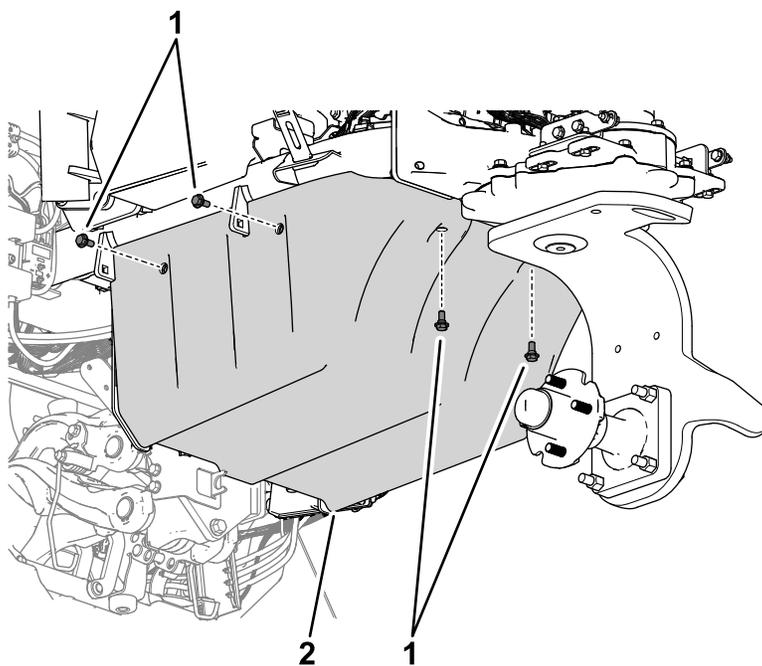

**Figura 32**
1. Montate 6 dadi a molla sulle alette della piastra di supporto superiore e della piastra di supporto inferiore (Figura 32).